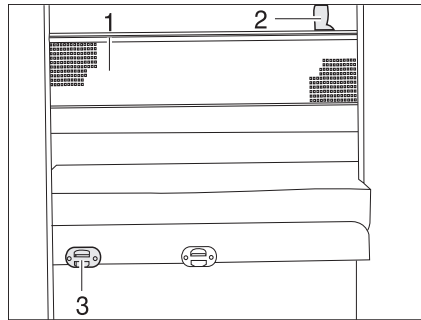

Fig. 96 Red de seguridad
- Enganchar la escalera de ascenso con los largueros en el soporte (Fig. 96,3) en el panel.
La red de seguridad (Fig. 96,1) viene de serie entre el colchón y el somier. Tender la red de seguridad cuando la persona ya se encuentre en la cama.
- Engatillar las cintas de sujeción (Fig. 96,2) en los soportes en el techo.